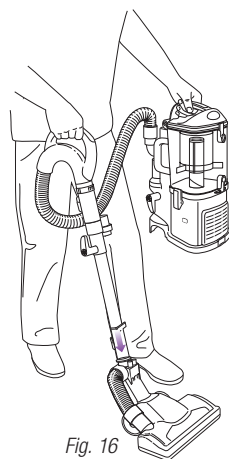

Fig. 16
- 2 Coloque cualquiera de las boquillas para piso al final del tubo de extensión. **(Fig. 16)**